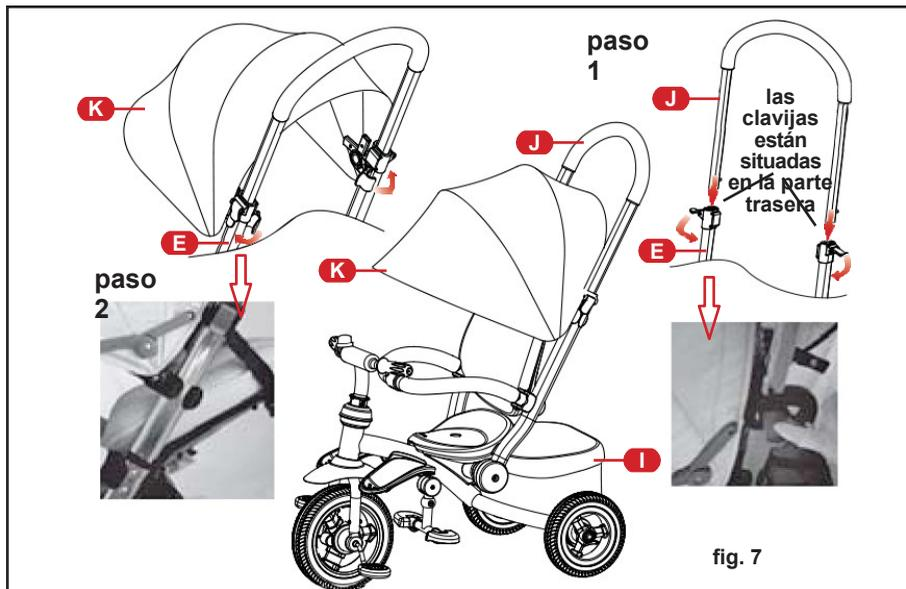

fig. 7
23. ¡ATENCIÓN! Al montar la barra de empuje superior (J), los pasadores deben quedar en la parte posterior del bastidor (fig. 7 - Paso 1). Levante la palanca de plástico situada en los tubos de la barra de empuje inferior. Inserte los tubos de la barra de empuje superior (J) en las aberturas de los tubos de la barra de empuje inferior. Empuje hacia abajo la palanca de plástico para apretar (fig. 7 - paso 1).
24. Abra los soportes de plástico de la capota (K). Coloque la capota en los tubos de la barra de empuje inferior y cierre los soportes (fig.7 - Paso 2). Para retirar el toldo, abra los dos soportes.